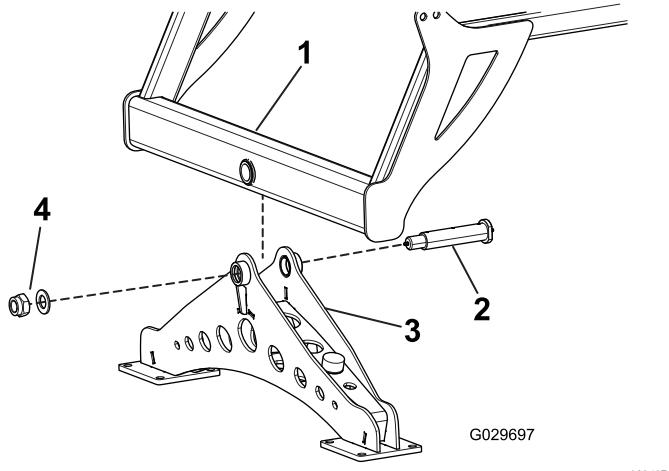

Figura 3
1. Bloccate il gruppo delle ruote orientabili in posizione diritta utilizzando i cavalletti metallici sotto la traversa del telaio portante (Figura 3).
2. Abbassate la traversa del telaio portante sulla parte superiore del gruppo delle ruote e fissatela con un perno girevole, una rondella e un dado di bloccaggio (Figura 3).